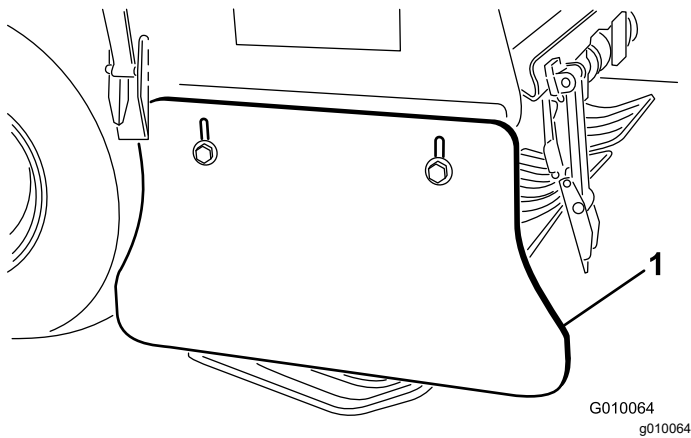

Figura 183
2. Afloje los tornillos de caperuza y las contratuerca con arandela prensada que fijan el protector lateral al bastidor del cabezal de perforación (Figura 183).